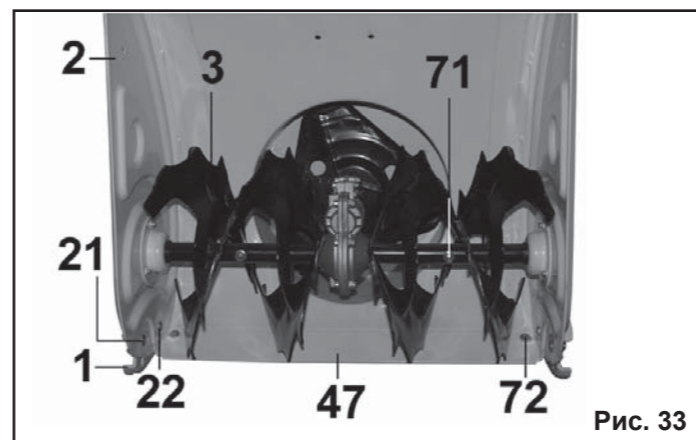

Рис. 33
**9.11. Замена срезных болтов (Рис.33).**
**9.12. Замена ножа и башмаков (Рис.33).**